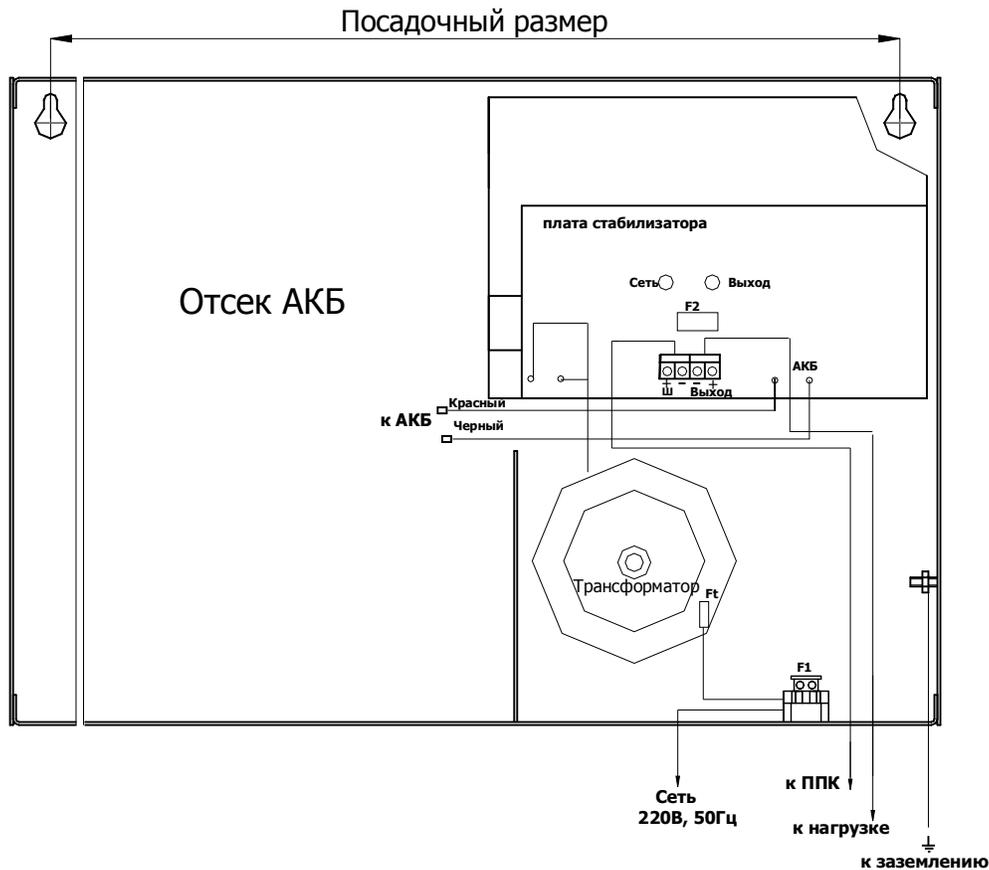
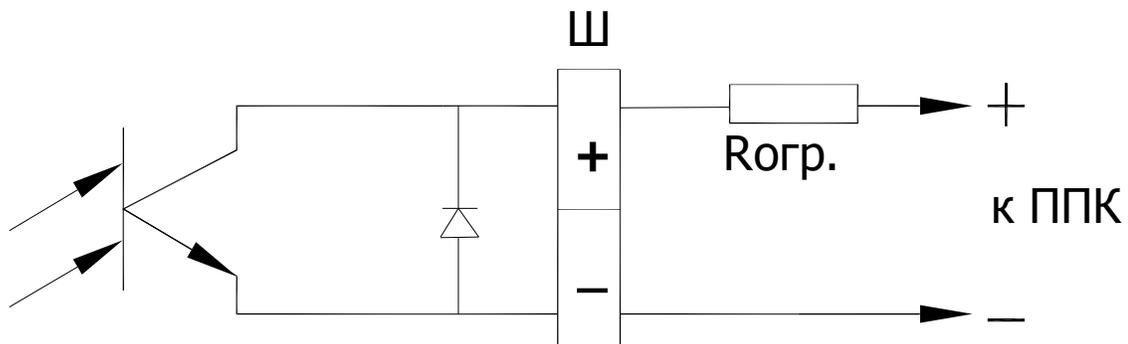

Рис.1 Схема подключения БРП-12.
Рис.2 Схема подключения шлейфа сигнализации.
3.4 Заземлить корпус, подключить кабель сетевого питания к клеммной колодке «**220 В**» на корпусе блока. Схема подключения блока приведена на рис.1, схема подключения шлейфа сигнализации «**Ш**» – на рис.2.